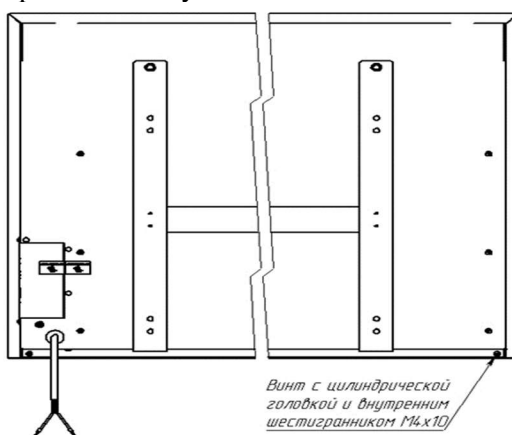

Рисунок 1
7.1.2. Для удаления пыли внутри обогревателя необходимо снять лицевую панель, для этого следует открутить 2 винта в нижней части обогревателя (рисунок 1). Пыль удалять с помощью пылесоса с насадкой-щеткой.